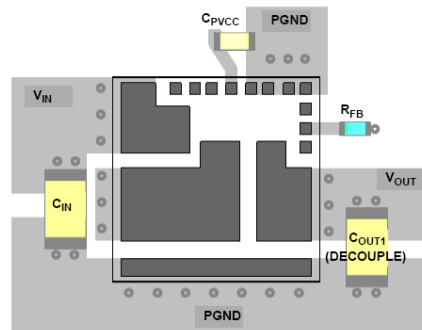

图10. 推荐电路板布线布局
为了使模块稳定的运行、较低的损耗和良好的热性能，必须对电路板进行合理的布局（见图10）。需要注意的是：
3. 大面积覆铜电源通道VIN、PGND、VOUT引脚（见图10），减小导电损耗和加强散热。